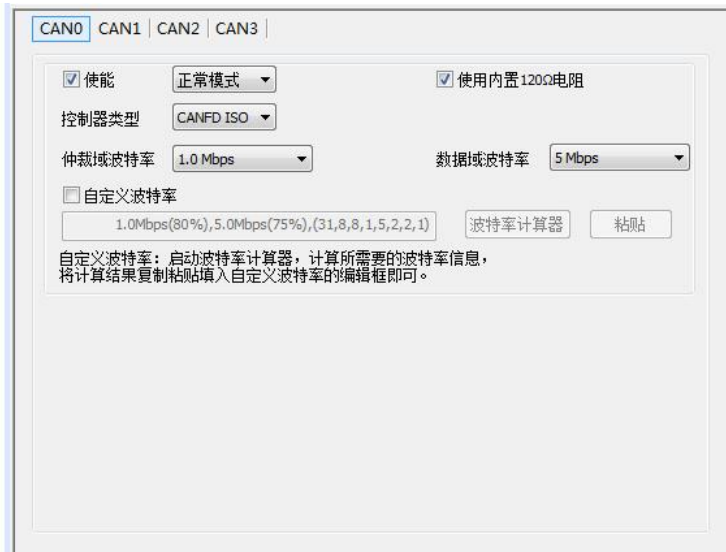

图 5.3 CAN (FD) 通道配置界面
在配置工具左侧菜单栏中，点击“CAN (FD)”选项进入 CAN (FD) 通道配置界面如图 5.3 所示。点击对应通道后即可配置该通道的波特率参数及终端电阻控制。